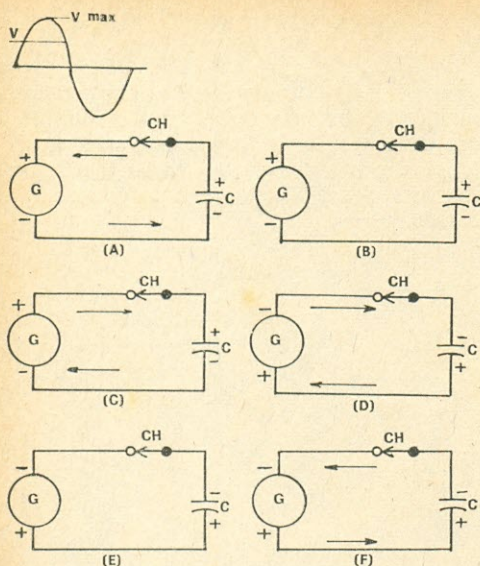
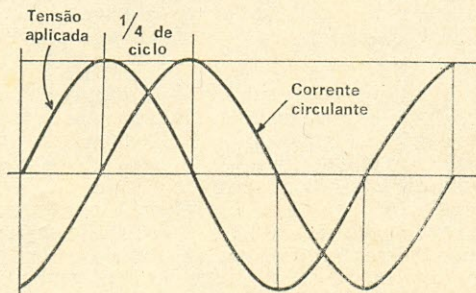

Fig. 13-6
Fig. 13-7
No momento em que a tensão do gerador atinge seu valor máximo negativo, a carga do capacitor também é máxima e a corrente retorna a zero, como vemos em (E) da Fig. 13-6, que é o oposto do visto em (B) da mesma figura. A tensão, agora, retorna a zero, partindo de valores negativos, o que quer dizer que o capacitor começa a se descarregar, situação esta ilustrada em (F).
Esta segunda conclusão está gráficamente traduzida pela Fig. 13-7, onde vemos que os valores máximos da corrente ocorrem 1/4 de ciclo ou 90° antes da ocorrência dos valores máximos da tensão. Aliás, o leitor poderá acompanhar pela Fig. 13-7 a descrição das variações da tensão e da corrente da Fig. 13-6.